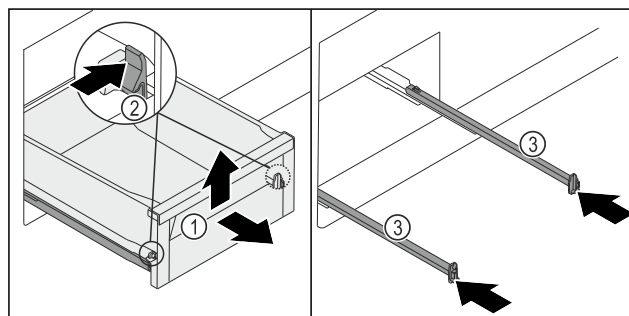

Fig. 127
- Vytiahnite zásuvku Fig. 127 (1) až na doraz.
- Súčasne zatlačte svorku Fig. 127 (2) vľavo a vpravo dovnútra.
- Zásuvka Fig. 127 (1) sa uvoľní z koľajničiek.
- Zdvihnite zásuvku Fig. 127 (1) vpredu.
- Vyberte zásuvku Fig. 127 (1) dopredu.
- Zasuňte koľajničky Fig. 127 (3).